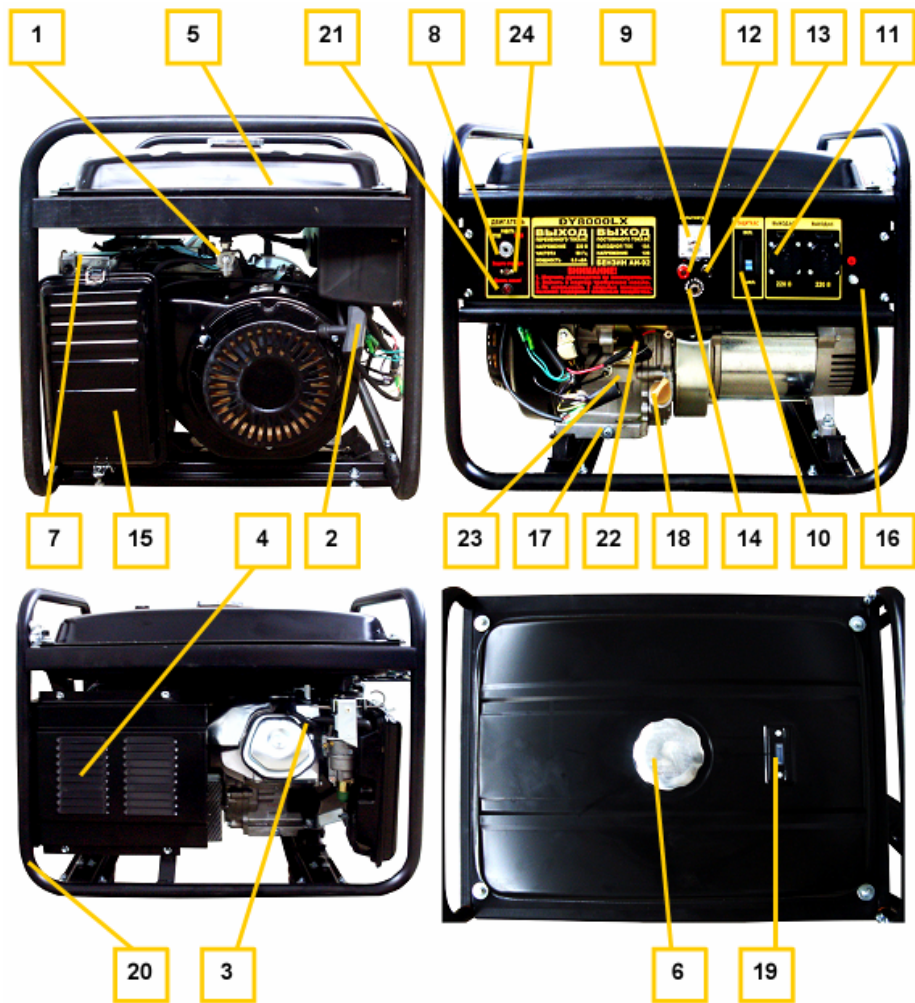
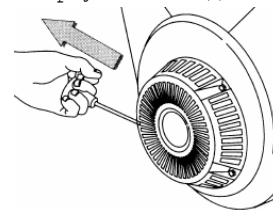

Рис. 1.
Рис. 2.
4.1. Перечень составных частей изделия (рис. 1).
5.3.1. Вывинтить шуп поз. 24 (рис. 1) и залить в картер масло соответствующего типа (таблица 2 п. 8) до нижнего края горловины. Вставить чистый сухой шуп в горловину картера и вынуть его. Проверить уровень масла: граница смоченной области шупа должна располагаться между отметками минимального и максимального уровней.
При установке генератора следует подключить к резьбовой клемме поз. 21 (рис. 1) проводник заземляющего устройства, удовлетворяющего требованиям раздела 10: «Обеспечение требований безопасности».
5.5.3. Установить лоток аккумуляторной батареи. Подключить провода аккумуляторной батареи поз. GB1 к клеммам поз. 29, 30 (рис. 1), строго соблюдая указанную полярность.
5.6.1. Отключить все потребители переменного тока от генератора, перевести рычаг автоматического выключателя поз. 13 (рис. 1) в отключенное положение «0», отсоединить потребители постоянного тока от клемм поз. 16, 17 (рис. 1).
5.6.2. При использовании бензина открыть топливный кран поз. 1 (рис. 1).
5.6.3. Перевести выключатель двигателя поз. 10, 10А (рис. 1) в отключенное положение «0» или «СТОП».
5.6.4. Плавно вытянуть до упора трос ручного стартера за ручку поз. 2 (рис. 1) и вернуть в исходное положение см. также рис. 2.
5.6.5. Перевести выключатель двигателя поз. 10, 10А (рис. 1) во включенное положение «1» или «РАБОТА».
5.6.6. При ручном пуске, придерживая генератор за раму, резко с интенсивным усилием вытянуть трос ручного стартера до упора (рис. 2), повторив действие несколько раз при необходимости. Если двигатель не запускается, следует изменить положение рычага воздушной заслонки, сдвигая его вправо тем больше, чем выше температура двигателя и окружающего воздуха. Включение электрического стартера производится поворотом ключа выключателя поз. 10 (рис. 1) в крайнее правое положение «ПУСК». Сразу после пуска двигателя отпустить ключ выключателя для обеспечения его самовозврата в среднее положение. При срабатывании защиты поз. 31 (рис. 1) нажать сброс после остывания автоматического выключателя.
5.6.7. После прогрева двигателя в течение времени около 10-40 секунд, в зависимости от начальной температуры, перевести рычаг заслонки поз. 9 (рис. 1) в крайнее правое положение, если при этом двигатель работает неустойчиво вернуть рычаг заслонки поз. 9 в прежнее положение и обеспечить завершение прогрева.
5.6.8. Подключить к разъемам генератора потребители, соответствующие требованиям раздела 10: «Обеспечение требований безопасности». Полная (сумма активной и реактивной) мощность всех подключаемых потребителей в стационарном режиме не должна превышать значений номинальной мощности, указанных в Таблице 1 п. 3. Не допускается длительное превышение номинальной мощности более, чем на 10% свыше номинального значения. Включить автоматический выключатель поз. 13 (рис. 1), установив его рычаг управления в положение «1».
5.7.1. При работающем генераторе отключить автоматический выключатель поз. 13 (рис. 1), отсоединить потребители постоянного тока от клемм поз. 16, 17 (рис. 1).
5.7.2. Перевести выключатель двигателя поз. 10, 10А (рис. 1) в отключенное положение «0» или «СТОП».
5.7.3. Закрыть топливный кран поз. 1 (рис. 1).
- 6.1. Наличие и величина напряжения переменного тока индицируется и измеряется вольтметром поз. 11 (рис. 1).
- 6.2. Причиной отсутствия напряжения при работающем генераторе может служить срабатывание автоматических выключателей защиты цепей от перегрузки поз. 13, 18 (рис. 1). В этом случае следует устранить причину перегрузки и нажать кнопку или клавишу сброса соответствующего автоматического выключателя после его остывания.